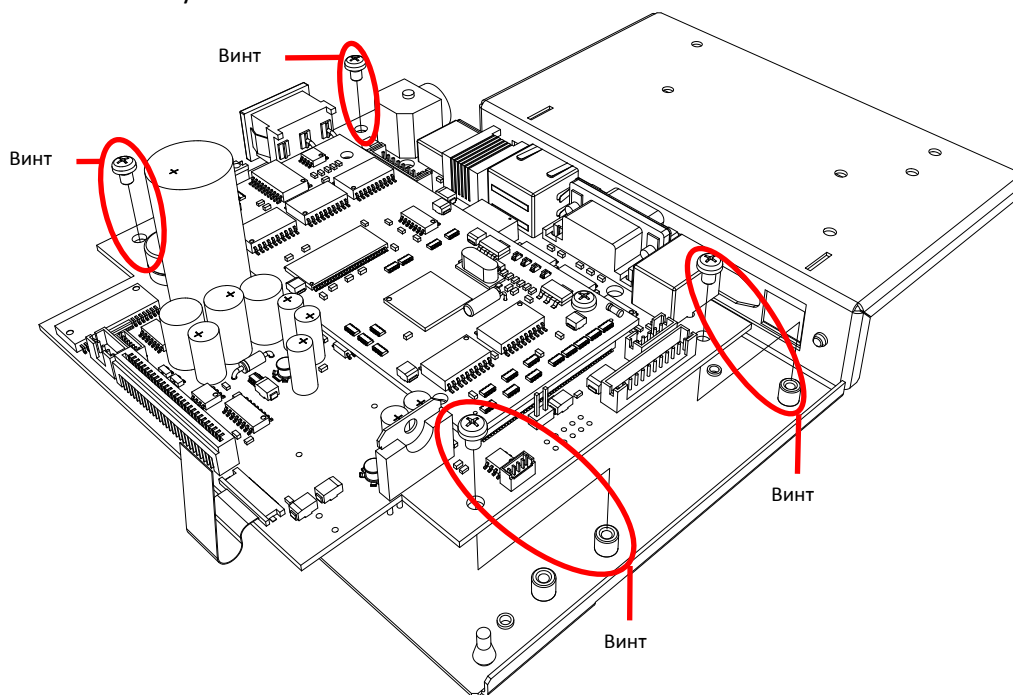

Рисунок 10. – Отсоединение системной платы с платой ядра.
2. Отсоединение системной платы от консоли (см. рисунок 10);